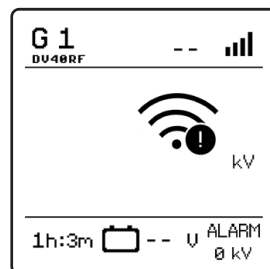

Fig. 12
- **Signalförlust (fig. 12):** I stället för elstängselaggregatets värden visas endast streck, signalnivåsymbolen blinkar och larmet ljuder, såvida detta är aktiverat (se avsnitt 8.2).